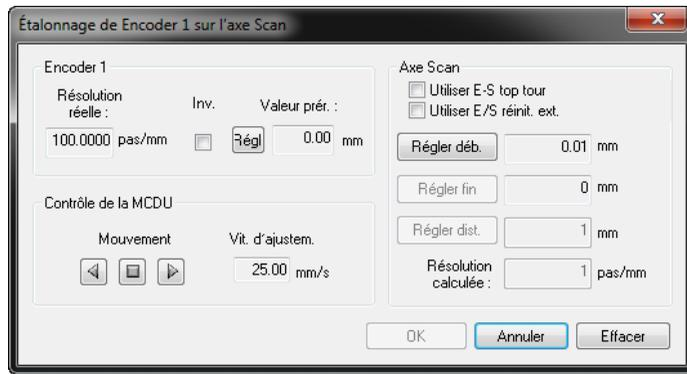

Figure 5-15 Boîte de dialogue Étalonnage de Encoder du codeur 1 sur l'axe de balayage
4. Pendant que la boîte de dialogue **Étalonnage de Encoder** est ouverte (voir l'exemple illustré dans la Figure 5-15 à la page 326) :